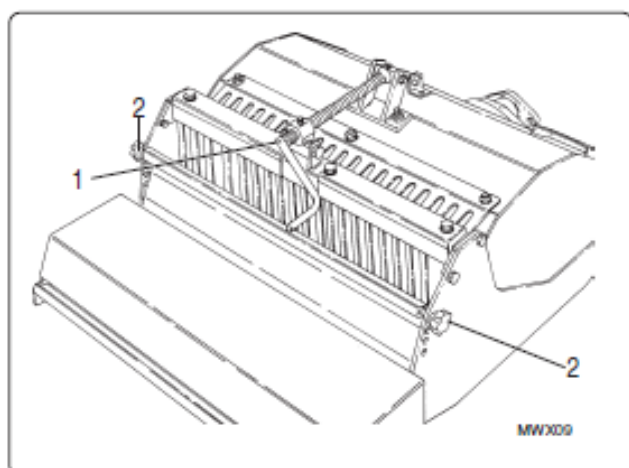

fig. 4.1.1
- 3) Vælg maskinens arbejdsposition efter jordtypen (kompakt, sandet osv.) og juster knivenes arbejdsdybde til den påkrævede værdi (mellem 0-15 cm) ved hjælp af håndsvinget "1" i fig. 4.1.1.
- 4) Arbejdshøjden på udjævningstromlen kan justeres ved at slække på og ændre positionen på drejknapperne "2" fig. 4.1.1, ved hjælp af de fastsatte huller.